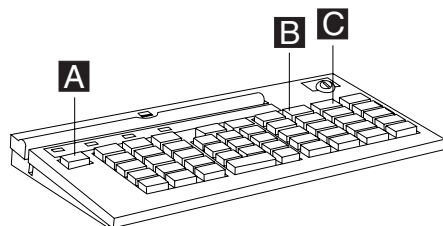

图 94. S1 和 S2 功能键的示例
1. 按住 **Ctrl** 键（图 94 中的 **A**）。
如果不存在 Ctrl 键，那么只需要按下 S1 或 S2 键。图 94 演示了典型键盘上的键。